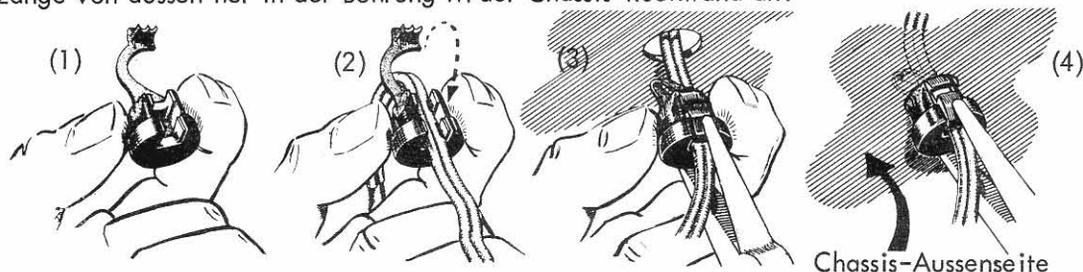

ABBILDUNG 5A
- (U) Führen Sie das dreiadrige Netzkabel von aussen her durch die Bohrung M in der Chassis-Rückwand.
- (V) Verbinden Sie den schwarzen Innenleiter des Netzkabels mit Lötfläche 1 (L-1) des Einbau-Sicherungshalters. Kürzen Sie den Draht entsprechend.
- (V) Verbinden Sie den blauen Innenleiter mit Lötfläche 4 (L-1) des Drehumschalters S1.
- (V) Führen Sie den gelb-grünen Innenleiter durch die Nietöffnung im Fusswinkel unter der Lötfläche 1 der Lötleiste T und verlöten ihn dann sorgfältig (L-1). Da der Fusswinkel direkt am Chassis anliegt, ist eine einwandfreie Schutzerdung gewährleistet:
- () Bringen Sie die Universal-Zugentlastung, die gleichzeitig auch als isolierte Netzkabeleinführung dient, wie in Abbildung 5A gezeigt, mit Hilfe einer schmalen Flach- oder Telefonzange von aussen her in der Bohrung M der Chassis-Rückwand an.
- () Bringen Sie die Universal-Zugentlastung, die gleichzeitig auch als isolierte Netzkabeleinführung dient, wie in Abbildung 5A gezeigt, mit Hilfe einer schmalen Flach- oder Telefonzange von aussen her in die Bohrung M der Chassis-Rückwand an.